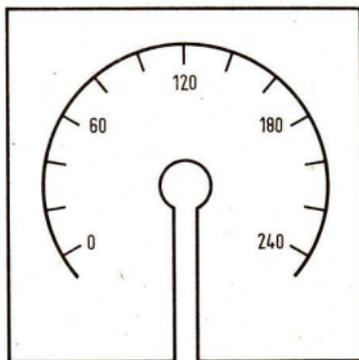

Bild 22 Skale
3. Zeichnen Sie für den Drehwiderstand eine Skale *mit Winkelteilung* (Bild 22)! Bereiten Sie ferner einen Zeiger (z. B. Draht, Pappe, Holzspeil) vor, der fest mit dem Drehknopf des Widerstandes verbunden werden kann!